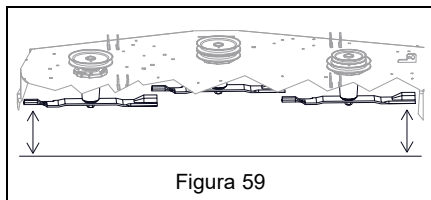

Figura 59
3. Active el freno de estacionamiento. Consulte Figura 59.